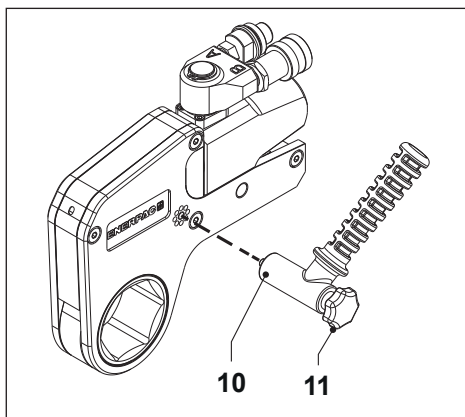

Fig. 3
3.2 Montagem da alavanca de posicionamento (fig. 3)
- Fixe o alavanca de posicionamento (10) com um parafuso serrilhado (11). A alavanca de posicionamento pode ser instalada de ambos os lados da chave de torque.